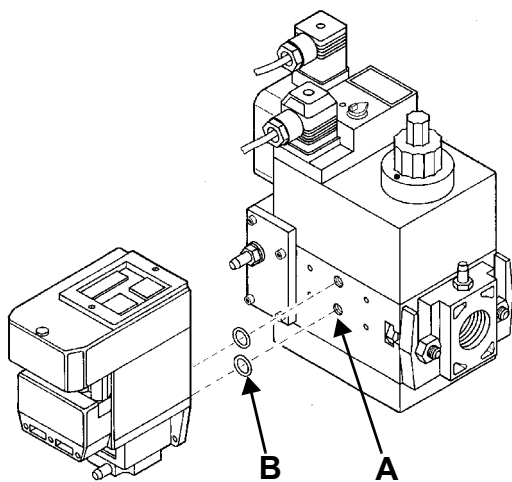
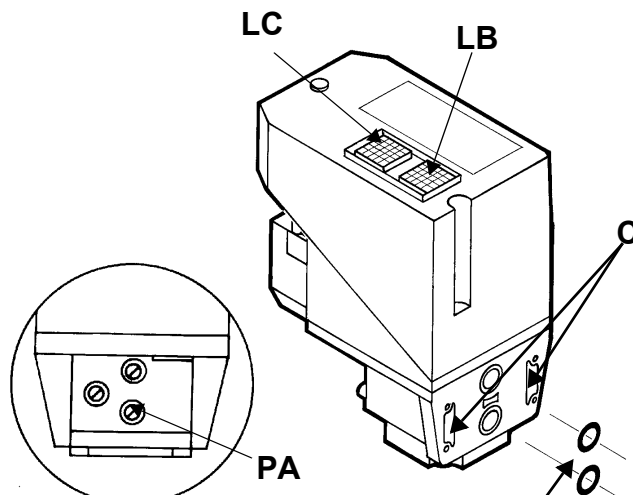

Рис. 19
Рис. 20
- 16 При возникновении необходимости подкорректировать расход газа, отрегулированный согласно пунктов 1 и 2 этого параграфа, расслабить винт **V1** (Рис. 19) и отрегулировать угол раскрытия дроссельного клапана, вращая пластинку **C**, воздействуя на винт **V3** (вращение по часовой стрелке - для уменьшения расхода газа, а против часовой стрелки - для увеличения). Индикатор **S** указывает угол раскрытия.
- 2 Замерить давление газа **A** и **B** (см. Рис. 19)
- 3). снять крепежные винты группы Multibloc (Рис. 19-А)
- 4). вставить уплотнительные кольца (10,5x2,25) в VPS 504 (Рис. 20-В, Рис. 19-В)
- 5). закрутить 4 винта блока контроля герметичности (M4x16) Рис. 19-С.
Для проверки работы, подсоедините манометр к штуцеру для отбора давления **PA** (Рис. 20). Если проверка завершилась положительно, через несколько секунд загорается жёлтая лампочка **LC**. В противном случае загорается красная лампочка блокировки **LB**. Чтобы перезапустить горелку, необходимо разблокировать блок управления нажатием на светящуюся кнопку **LB**.